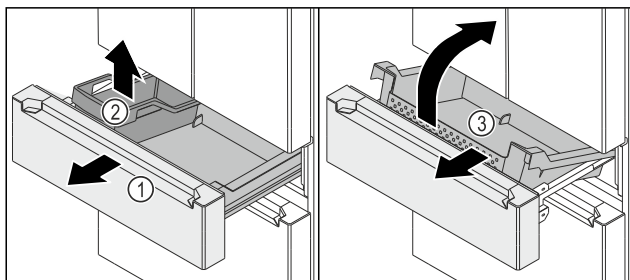

Fig. 149
- Auszugswagen Fig. 149 (1) bis zum Anschlag herausziehen.
- FlexBox Fig. 149 (2) entnehmen.
- Behälter Fig. 149 (3) vorne hochheben.
- Behälter Fig. 149 (3) schräg nach vorne entnehmen.